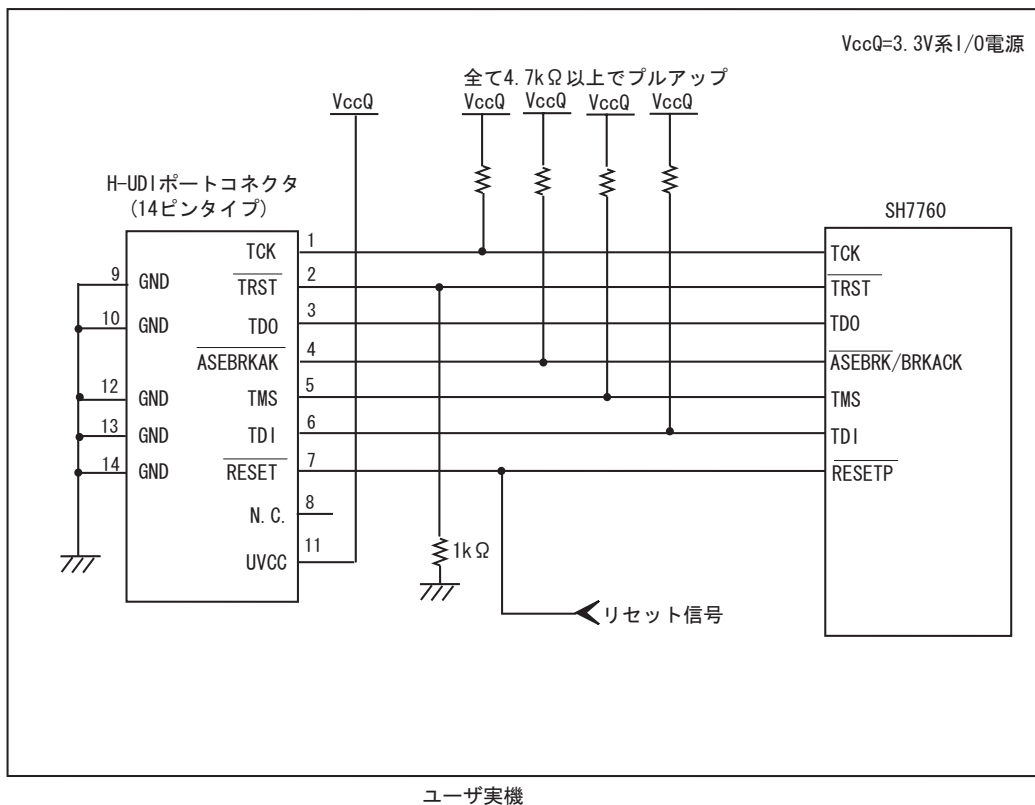
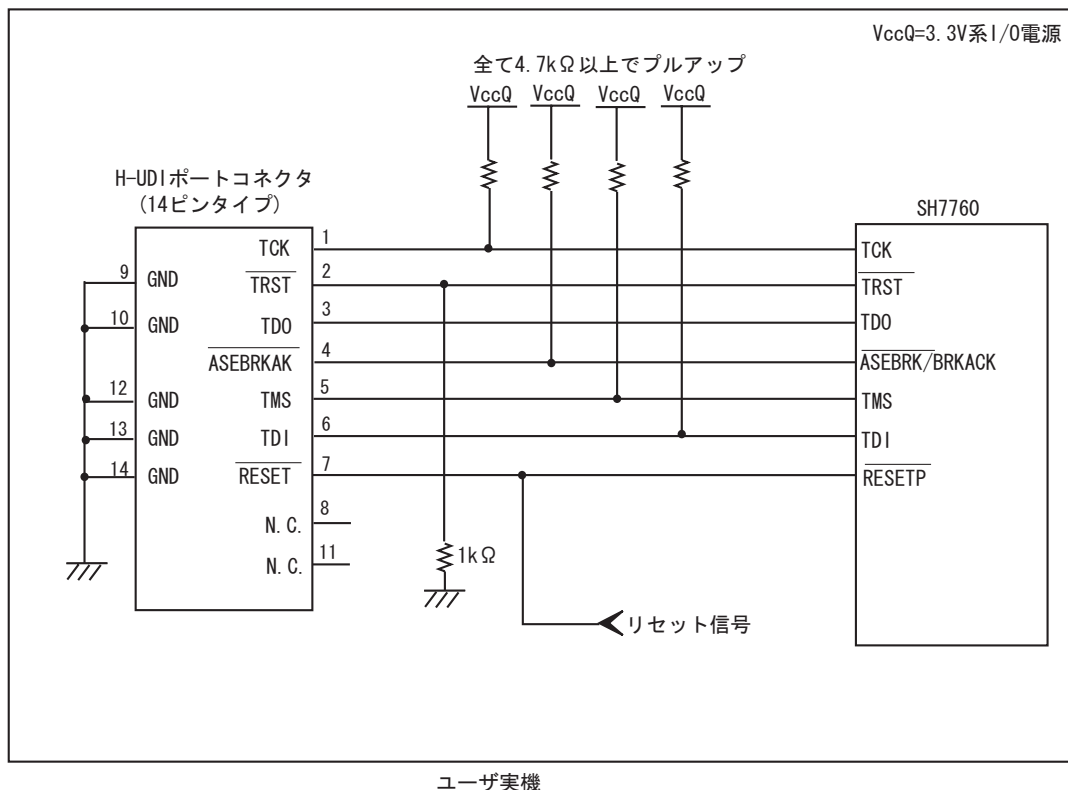

図 1.5 E10A-USB 使用時の H-UDI ポートコネクタ - チップ間の推奨接続例 (14 ピンタイプ UVCC 接続時)
図 1.6 E10A-USB 使用時の H-UDI ポートコネクタ - チップ間の接続例
E10A-USB エミュレータ使用時の H-UDI ポートコネクタ(14 ピンタイプ)とチップ間の推奨接続例を図 1.5、UVCC 未接続時の接続例を図 1.6 に示します。
5. 図 1.5,図 1.6 に記載されている抵抗値は、参考値です。
- 図 1.5 推奨接続例で回路を組んだ場合の E10A-USB エミュレータのスイッチ設定: SW2=1, SW3=1
- 図 1.6 接続例で回路を組んだ場合の E10A-USB エミュレータのスイッチ設定：SW2=0, SW3=1 スイッチ設定の詳細は、「SuperH™ファミリ用 E10A-USB エミュレータユーザーズマニュアル 3.8 DIP スイッチの設定」を参照してください。